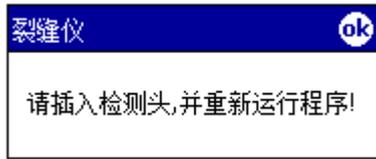

图 2-3 探测头未与 PDA 连接时提示对话框
1) 当探测头未与 PDA 连接时, PDA 出现如图 2-3 所示对话框。请插上探测头, 然后关掉[裂缝宽度检测]测量程序, 并重新运行。